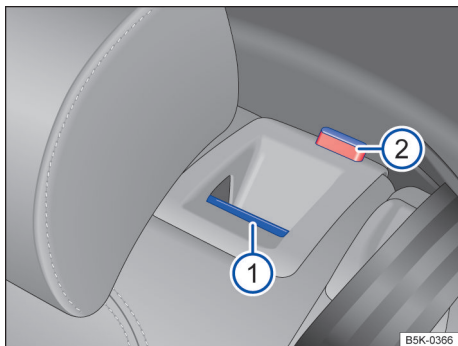

Fig. 68 No encosto do banco traseiro: botão de desbloqueio ❶, marcação vermelha ❷.
- Puxar o botão de destravamento → Fig. 68 ❶ para frente e, ao mesmo tempo, rebater o encosto do banco traseiro para frente.
- A respectiva parte de encosto do banco traseiro estará destravada quando a marcação vermelha → Fig. 68 ❷ estiver visível.
- A marcação vermelha → Fig. 68 ❷ não pode mais estar visível.